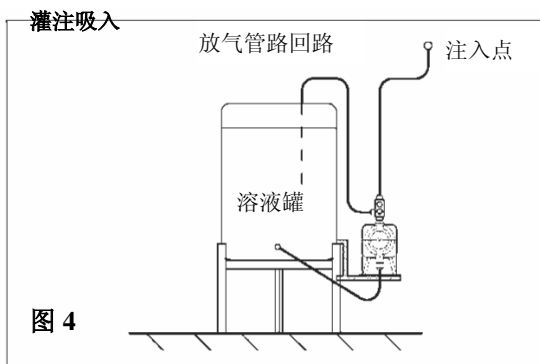

图 4
- 灌注吸入式安装（计量泵安装在化学储罐底座上，图 4）是最安全的安装方式，建议用于极低出力要求。由于吸入管充满化学药品，启动很快完成，减少了启动失败的机会。